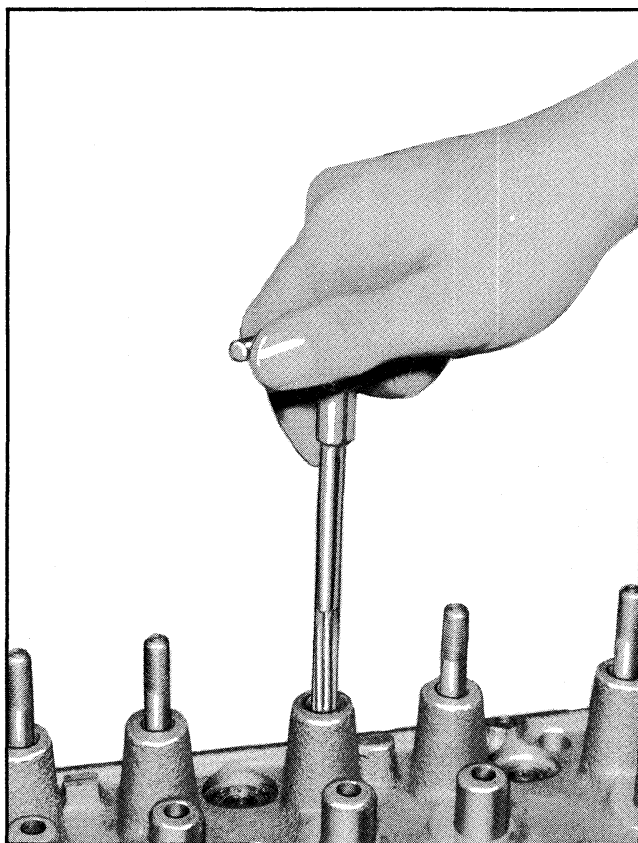

Fig. 6-31 Reaming Rocker Arm Stud Hole
8. Ream rocker arm stud hole if oversize stud is to be used (Fig. 6-31).